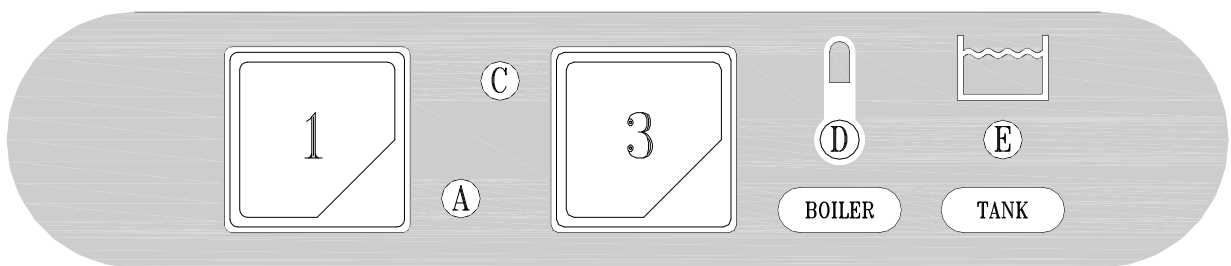

Fig. 3-2
- A riempimento avvenuto, aprire la porta (I) e introdurre il detersivo (ca. 2 gr. per litro di capacità della vasca). Inserire il cesto (L) carico e chiudere la porta (I). A questo punto premere il pulsante START (3) (almeno per 2 secondi) e avrà inizio il ciclo di lavoro visualizzato dalla lampada spia (C): la fine del ciclo coincide con lo spegnimento di questa spia. Per spegnere la macchina si dovrà disinserire l'interruttore (1) portandolo nella posizione (0) spia (A) spenta. (fig.3-2+3-3).
- When the water intake cycle is complete, open the door (I) and add detergent (about 2 g. per litre of tank capacity). Position the full basket (L) and close the door (I). Now press the START button (3) (at least for 2 seconds) and the wash cycle displayed by light (C) will start. When the cycle is over, this light goes out. To turn off the appliance, turn the switch (1) to 0. Light (A) indicates the appliance is off (fig.3-2+3-3).
- Nach erfolgter Füllung die Tür (I) öffnen und das Spülmittel einfüllen (ca. 2g/l Fassungsvermögen des Spülbehälters) Den gefüllten Geschirrkorb (L) einsetzen und die Tür (I) schließen. Nun die START-Taste (3) mindestens 2 Sekunden lang drücken, und das Spülprogramm beginnt, die Kontrollampe (C) leuchtet auf und am Programmende erlischt die Kontrollampe. Um das Gerät auszuschalten, muß der Schalter (1) auf die Position 0 gestellt werden, die Kontrollampe (A) erlöscht (fig.3-2+3-3).
- Lorsque le remplissage est terminé, ouvrir la porte (I) et verser le détersif (environ 2 g pour chaque litre remplissant la cuve). Introduire le panier (L) plein et fermer la porte (I). A ce stade, presser le bouton-poussoir START (3) (au moins 2 secondes) et le cycle de fonctionnement commencera, visualisé par la lampe-témoin (C). La fin du cycle coïncide avec l'extinction de ce voyant. Pour arrêter la machine, il faudra débrancher l'interrupteur (1) en le ramenant sur la position 0: lampe-témoin (A) (fig.3-2+3-3).
- Después del llenado, abra la puerta (I) y vierta el detergente (2 gramos aproximadamente por litro de capacidad de la cuba). Introduzca el cesto (L) carga y cierre la puerta (I). Pulse ahora START (3) (almenos durante 2 segundos) para arrancar el ciclo de trabajo: se enciende la luz testigo (C), que se apagará al final del ciclo. Para apagar la máquina desconecte el interruptor (1): posición 0, luz testigo (A) apagada (fig.3-2+3-3).